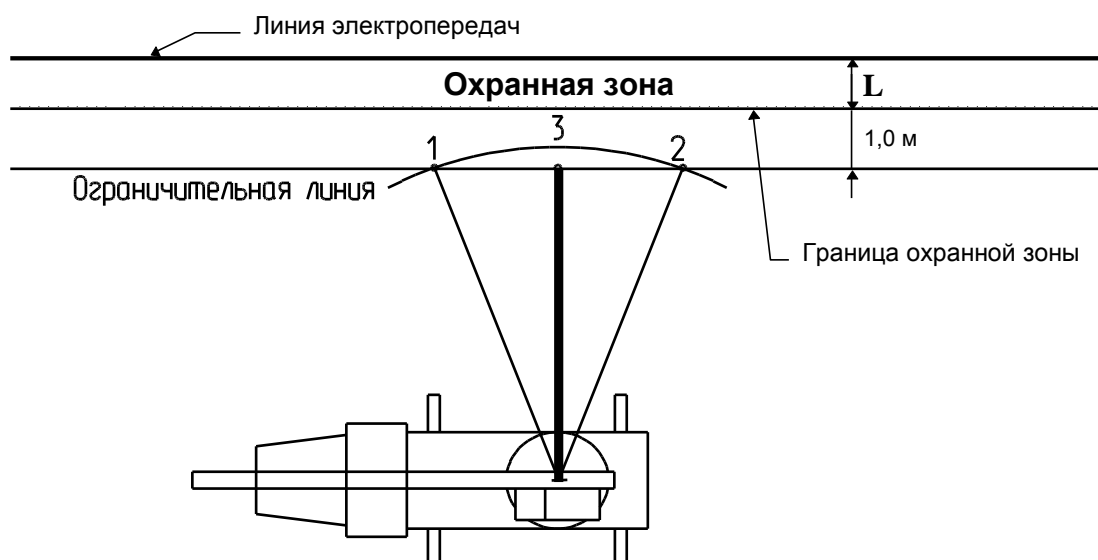

Рисунок 6 - Ввод ограничения СТЕНА
3.3.5.1.1 Ввод ограничения типа "ЛЭП" (СТЕНА) вести в следующей последовательности (см. рисунок 6).